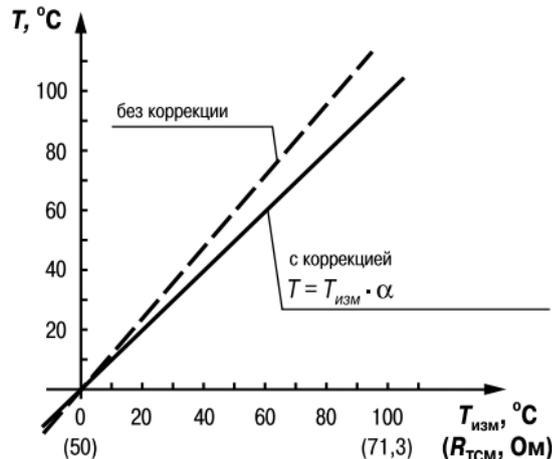

Рис. 6
3.2.5.3. Для компенсации погрешностей датчиков при отклонении значения W_{100} от номинального каждое измеренное значение параметра $T_{изм}$ умножается на заданный пользователем поправочный коэффициент α («**наклон характеристики датчика**»). Коэффициент задается в пределах от 0,5 до 2,0. На рис. 6 приведен пример изменения наклона характеристики для датчика TCM(Cu50).